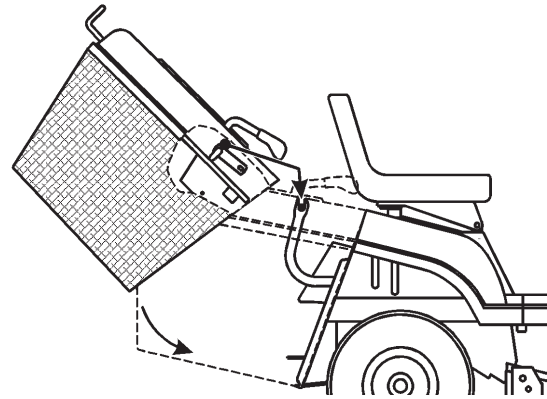

Bild 39
1. Kippen Sie das Heckfangsystem mit beiden Händen nach vorne (Bild 39).
2. Kippen Sie das Heckfangsystem ungefähr 40 Grad nach vorne. Schieben Sie es dann auf die Stützschielen hinten am Traktor (Bild 39).